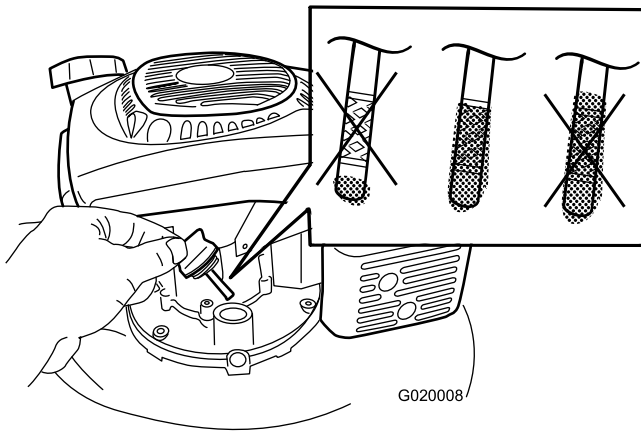

Figura 23
8. Retire la varilla y compruebe el nivel de aceite en la misma (Figura 23).